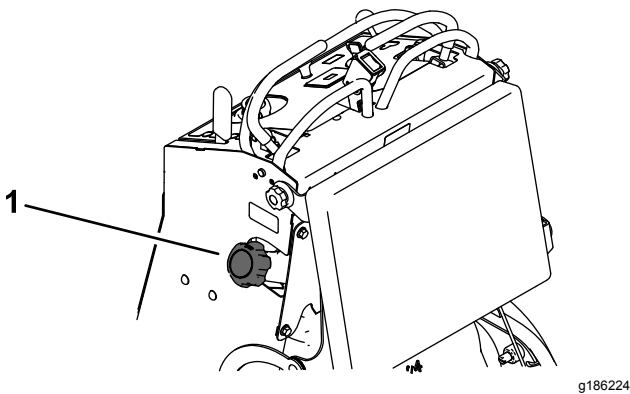

Figura 30
3. Limpie alrededor del tapón de combustible para evitar que los residuos penetren en el depósito de combustible (Figura 30).
6. Figura 30